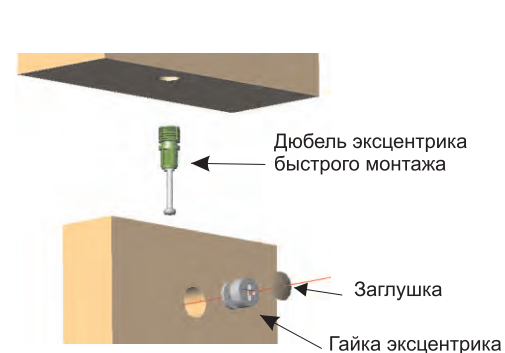

Рис.2
Установите шканты (3) в отверстия d=8 мм столешницы A и топа D. Вставьте дюбель эксцентрика быстрого монтажа (1а) в ноги B, столешницу A, топ D, боковины E, траверсы C1, F1 (см. Рис.2). Вбейте футорки (4а) в нижние торцы ног B и траверс C и вкрутите ножки (4б) (см. Рис 3.). Соедините вместе ноги B и траверс C. Вставьте эксцентриковые гайки (1б) и с помощью отвертки поверните по часовой стрелке до фиксации (см. Рис.2). На собранную конструкцию установите столешницу A и закрепите с помощью эксцентриковых стяжек (1). Соедините вместе боковины E и траверс F. Вставьте эксцентриковые гайки (1б) и с помощью отвертки поверните по часовой стрелке до фиксации (см. Рис.2). На собранную конструкцию установите топ D и закрепите с помощью эксцентриковых стяжек (1). Полученную конструкцию установите на столешницу A и закрепите эксцентриковыми стяжками (1). Отрегулируйте положение ножек (4б) по высоте. В эксцентриковые гайки (1б) вставьте заглушки (2).